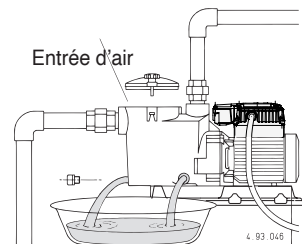

Fig. 4 Vidange
**En cas d'arrêts prolongés ou risque de gel, vidanger la pompe complètement par les deux bouchons de vidange avec les joints toriques réutilisables (fig. 4).**
Avant un éventuel démontage vider le corps de pompe (voir fig. 4 et chap. 15.). Pour le démontage et le remontage observer la construction sur le dessin en coupe (chap. 17.).